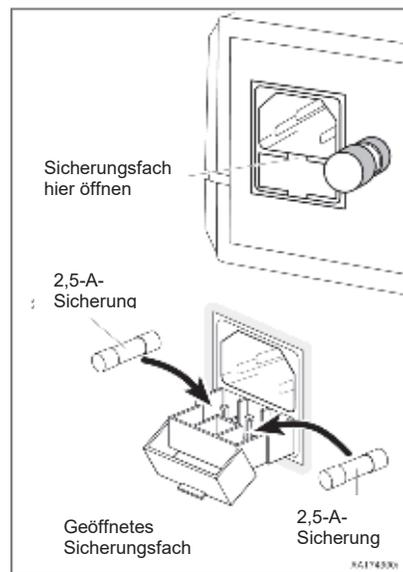

Abbildung 5 – Auswechseln der Sicherung
2. Öffnen Sie das Sicherungsfach, wie in Abbildung 5 dargestellt.